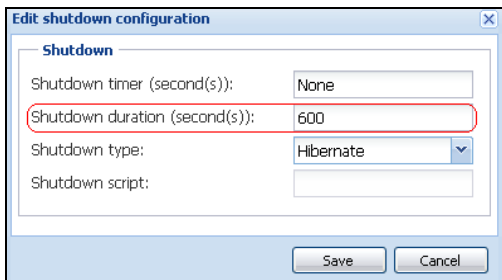

Figura 91. Finestra di dialogo Modifica configurazione di spegnimento
- La Figura 91 mostra la configurazione di Dell MUMC predefinita disponibile da **Impostazioni > Spegnimento > Modifica configurazione di spegnimento**.